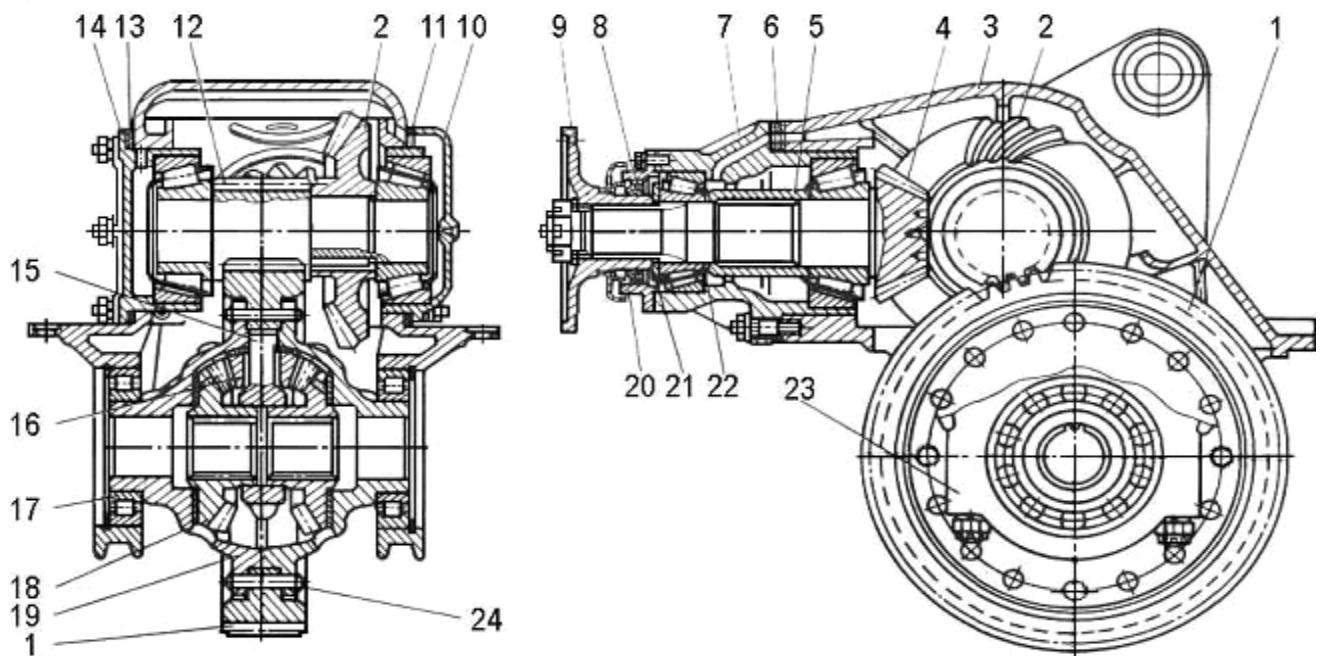
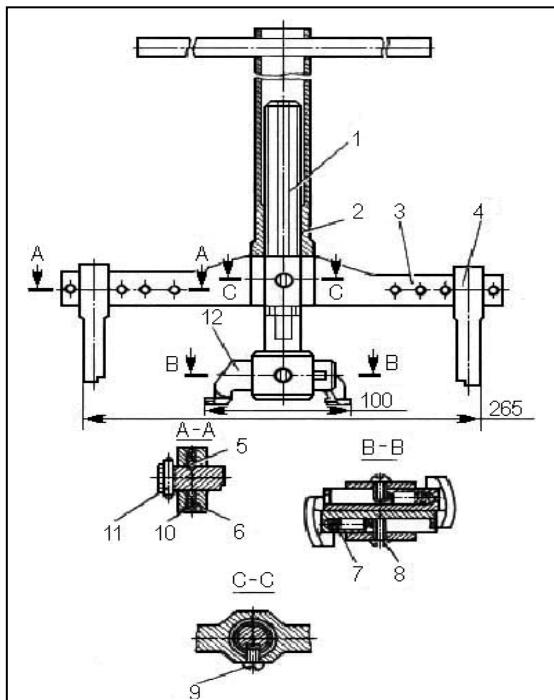
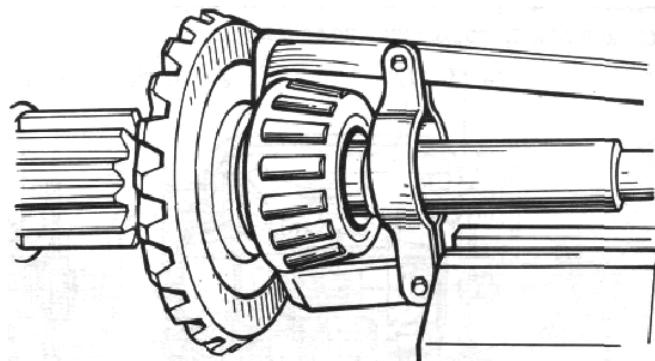
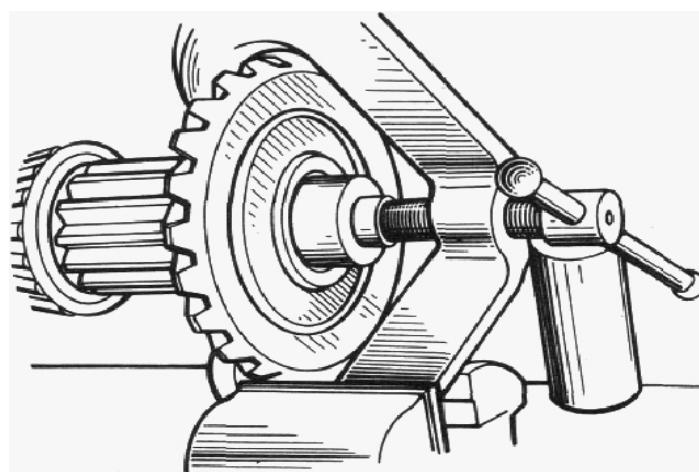

Рис. 30. Главная передача заднего (промежуточного) моста:
Рис. 31. Съемник для выпрессовки наружных колец подшипника из картера, крышек ведущей конической шестерни и ступиц колес:
Рис. 32. Спрессовка внутреннего кольца подшипника
Рис. 33. Спрессовка ведомой конической шестерни
1. Снять крышки 23 (рис. 30) подшипников дифференциала, а затем дифференциал в сборе. Установить крышки на прежние места.
8. Съемником (рис. 31) выпрессовать наружные кольца конических подшипников из картера ведущей конической шестерни 4 (см. рис. 30), правой 10 и левой 14 крышек.
Съемником (рис. 32) спрессовать внутренние кольца подшипников с хвостовика ведущей конической шестерни 4 (см. рис. 30) и с шеек ведущей цилиндрической шестерни 12. Наружные и внутренние кольца конических подшипников при разборке связать проволокой во избежание их разукомплектования.
9. Съемником (рис. 33) спрессовать ведомую коническую шестерню 2 (см. рис. 30).
2. Запрессовать в корпус 7 (см. рис. 30) подшипников ведущей конической шестерни наружные, кольца подшипников
22. Установить на шпильки крепления крышки 14 (см. рис.30) левого подшипника регулировочные прокладки 13 в том же количестве, как и для правой крышки 10. После чего установить левую крышку 14 и закрепить ее двумя гайками.
Если зазор обнаружен, то нужно удалить часть прокладок из-под крышек 10 и 14 (см. рис. 30). Общая толщина удаляемых из-под обеих крышек прокладок должна быть больше замеренного осевого зазора на 0,05-0,08 мм для создания предварительного натяга.
- смазать 3-4 зуба ведущей конической шестерни 4 (см. рис. 30) тонким слоем масляной краски с обеих сторон зуба;
25. После окончания регулировки зацепления конических шестерен гайки крышек 10 и 14 (см. рис. 30); корпуса 7 отвернуть, прокладки и фланцы смазать герметикой и закрепить гайками с пружинными шайбами. Проверить вращение шестерен.